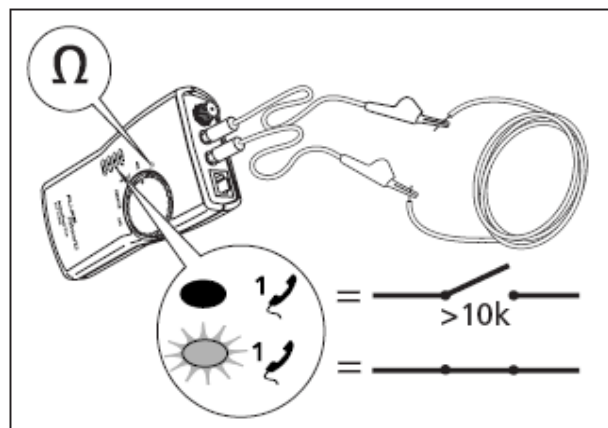

Рисунок 5. Проверка целостности цепи
3. Подключите генератор к цепи, как показано на рис.5.
5. Светодиод  покажет состояние цепи – разомкнута/замкнута цепь, как показано на рис.5.